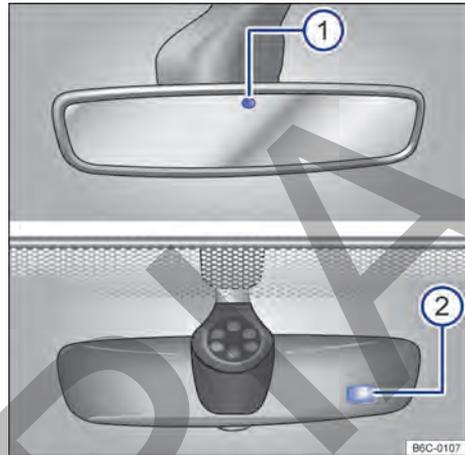

Fig. 79 En el parabrisas: espejo retrovisor interior antideslumbrante automático.
Con la ignición conectada, los sensores miden la incidencia de la luz por atrás → fig. 79 ① y por adelante ②.